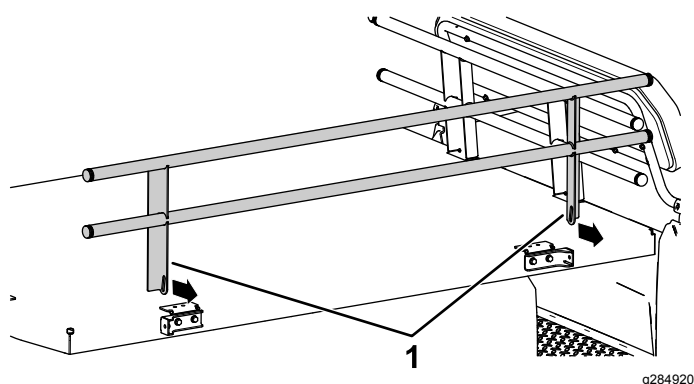

図 8
1. 側面用パイプパネルを、荷台ブラケットに合わせるL字チャンネルフランジの-slotを外側に向けること 図 8。